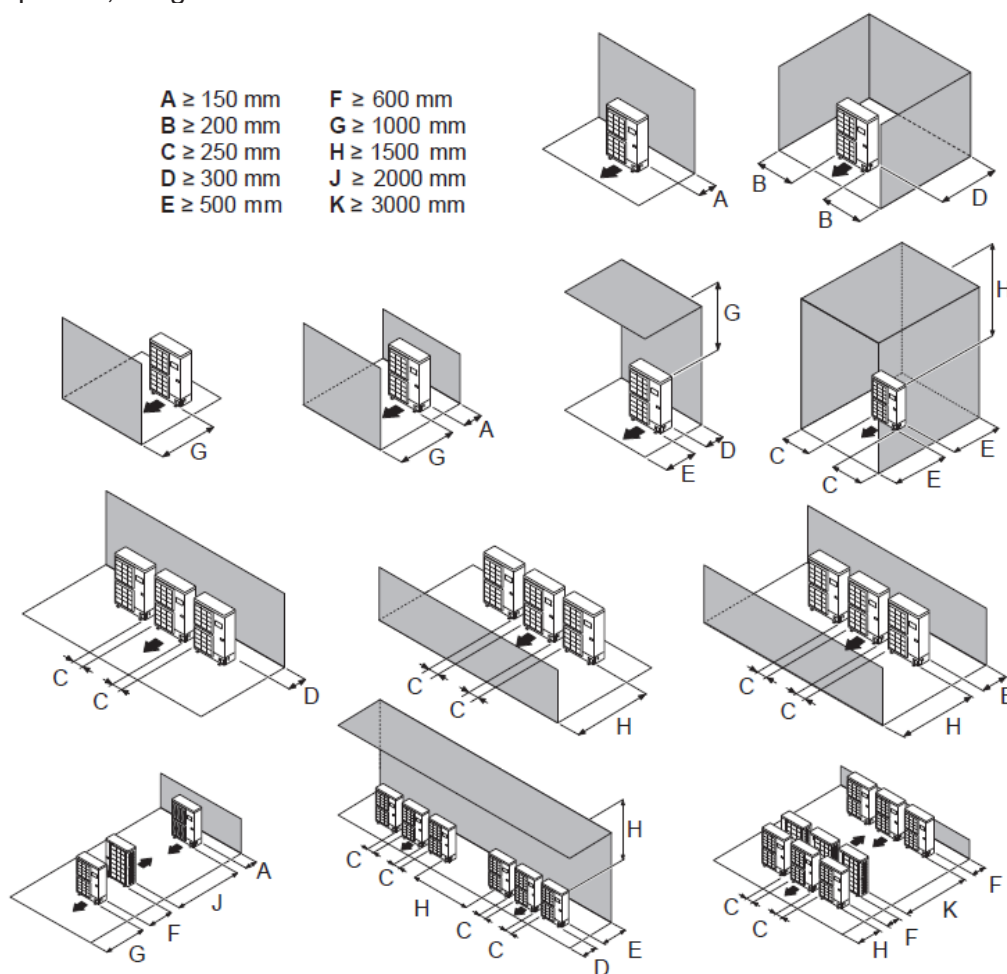

fig. 13 - Distanțe minime de instalare în jurul unității exterioare (toate modelele)
- Nimic nu trebuie sa obstructioneze circulatia aerului prin vaporizator si sa iasa din ventilator (fig. 13).